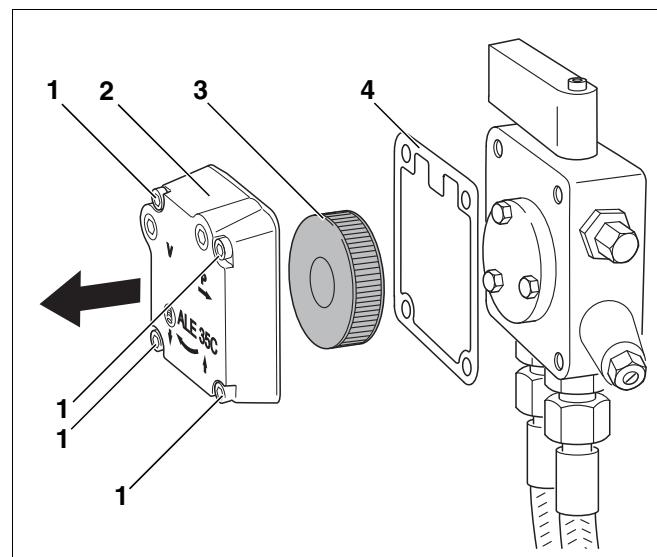

Рис. 27 Проверка фильтра топливного насоса Suntec
- Открутить четыре болта с внутренним шестигранником (рис. 27, **поз. 1**).
- Снять крышку корпуса (рис. 27, **поз. 2**).
- Вынуть топливный фильтр (рис. 27, **поз. 3**).
- Проверить уплотнение (рис. 27, **поз. 4**), заменить его при наличии повреждений.
- Очистить фильтр топливного насоса (рис. 27, **поз. 3**) промывочным бензином, если требуется, заменить его, и вновь установить на прежнее место.